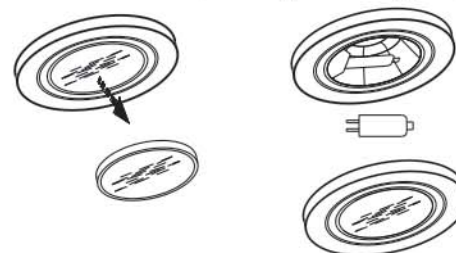

РИС. 9
8.5 Замену электрической галогенной лампы производите в следующей последовательности (рис. 9):